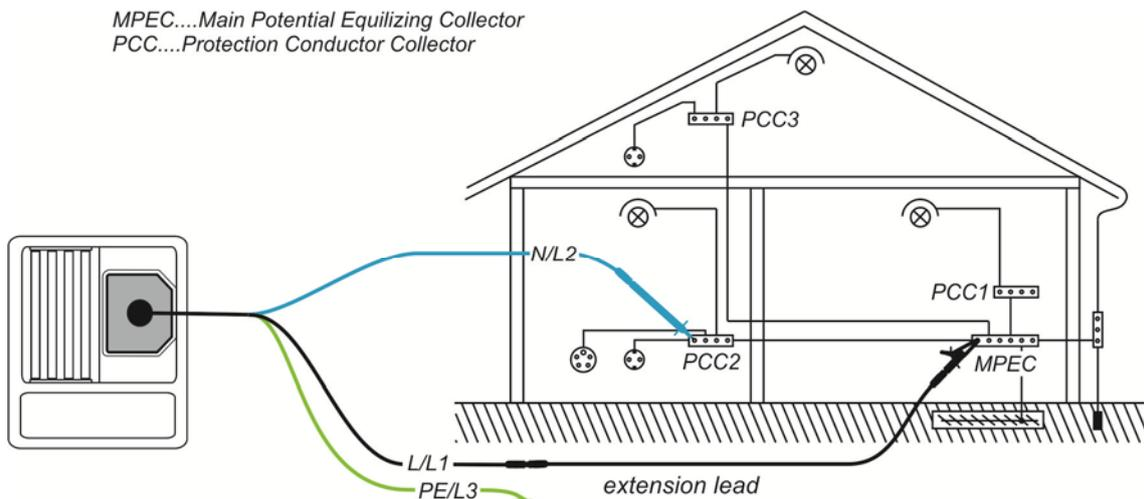

Abbildung 5.9: Anschluss der Dreileiter-Prüfleitung mit optionaler Verlängerungsleitung
- ❑ **Schließen** Sie die Prüfleitungen an der entsprechenden Schutzleiterverdrahtung **an** (siehe *Abbildung 5.9*).